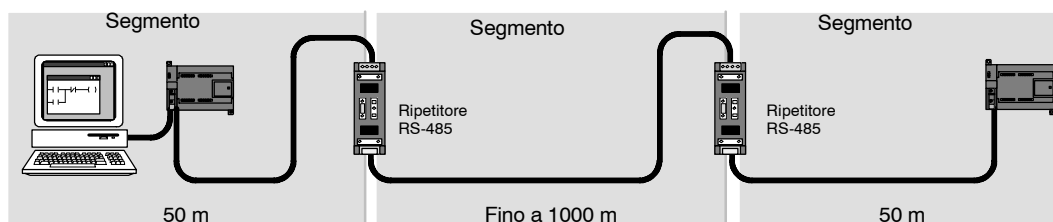

Figura 7-21 Esempio di rete con ripetitori
- ☐ *Per aumentare la lunghezza della rete:* aggiungendo un ripetitore si può allungare la rete di altri 50 m. Se si connettono due ripetitori direttamente senza separarli con altri nodi (come indicato nella figura 7-21) è possibile utilizzare un cavo con la lunghezza massima consentita per il baud rate impiegato. Una rete può comprendere fino a 9 ripetitori in serie ma non deve superare i 9600 m.